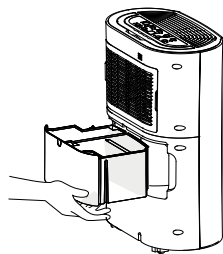

Рис. 2
1. Резервуар для воды (7) необходимо опорожнять, когда загорится красный световой индикатор (2к), а также после каждого отключения прибора.
2. Возьмитесь обеими руками за ручки для извлечения резервуара, энергично, но осторожно извлеките его из корпуса прибора (рис. 2).